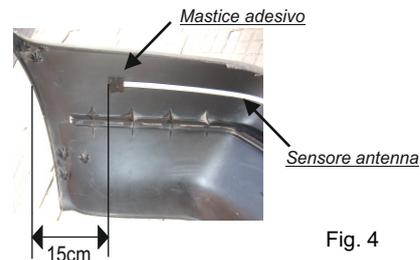

Fig. 4
Tagliare via la parte del sensore antenna non utilizzata e **bloccarne bene le due estremità** con lo speciale mastice adesivo in dotazione (fig.4). Applicare uno strato di antiurto a spruzzo o pennello su tutta la lunghezza del sensore antenna (consigliato). Non utilizzare silicone.
1) E' importante iniziare e finire l'applicazione del nastro a circa 15 cm da entrambe le estremità del paraurti (fig.4).